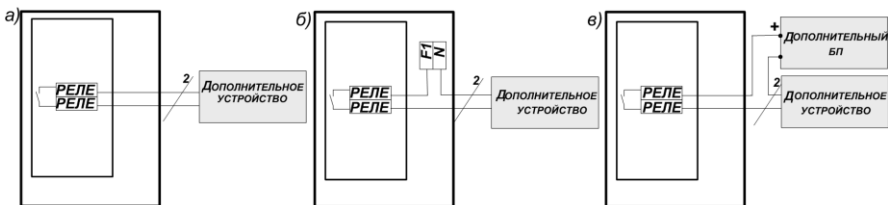

Рис.1
граммирование 2», «Программирование 3») установки программируются изменением положения DIP-переключателя (см. Рис.1 Приложение В) (например: для активации датчика № 4 необходимо переключить DIP – переключатель №4). При этом, светодиоды №1-4, соответствующие датчикам №1-4, индицируют перечень датчиков, от которых активируются выходы «Клапан» и «Реле».
- 2.1.1 Разметить и просверлить на монтируемой поверхности 4 крепежных отверстия диаметром 8мм в соответствии с Рис. 1 Приложения Г.
Электрический монтаж рекомендуется выполнять согласно Рис.1 Приложения В в приведенной ниже последовательности.
2.2.4 Подключить светозвуковой оповещатель к клеммам «РЕЛЕ1» на плате «ТТ901», соблюдая полярность при подключении. Варианты подключения вспомогательных устройств смтри на Рис. 1.